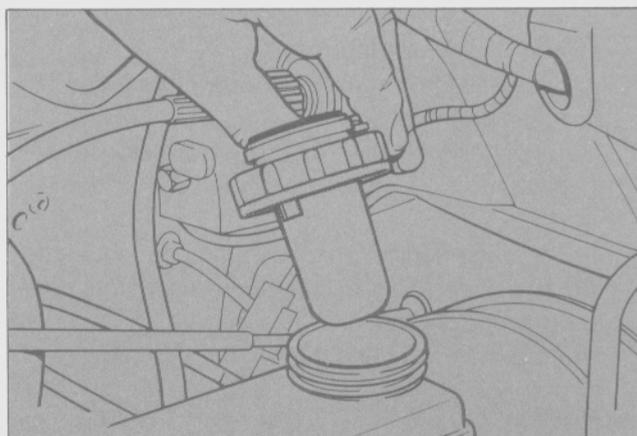

Fig. 43 - Indicador de bajo nivel de líquido de frenos.
- Desmontar el conector y el indicador de bajo nivel de líquido de frenos (Fig. 43).